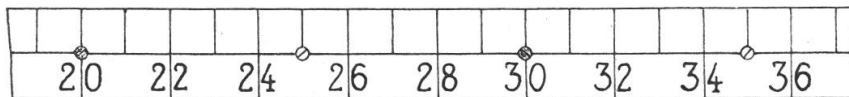

Abb. 2. Teilung der Fluryschen Meßkluppe
2. Fall, Fig. 2. Handelt es sich um einen schweren Stamm oder ist der Stamm hangaufwärts zu ziehen, so werden zwei Rollen (Flaschenzugwirkung) verwendet: die eine Rolle R_1 am Bindeseil des Stammes B und die andere R_2 am zu schleifenden Stamme.
Die Konstruktion der Kluppe ist im übrigen gleich geblieben. Das trapezförmige Lineal aus Birnbaumholz ist mit starken Messingschienen eingefast. Die Teilung ist außerordentlich deutlich auf einer weißen Zelluloidplatte angebracht, die von 5 zu 5 cm mit Schrauben am Lineal befestigt ist. Die Zahlen sind so gestellt, daß bei der in der Praxis üblichen Abrundung auf gerade Zentimeter (31,9 = 30 cm) Ablesungsfehler möglichst vermieden werden. (Abb. 2.)